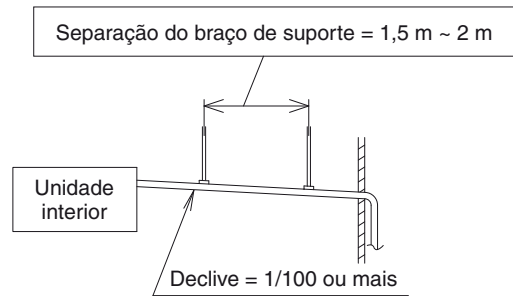

Fig. 3-8
- Certifique-se de que o tubo de drenagem tenha um declive (1/100 ou mais; para baixo a partir da ligação da abertura de drenagem). (Fig. 3-8)